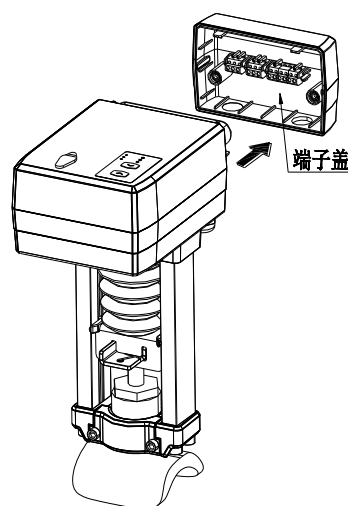

图 3
2.手动自适应(SW6: ON): 打开端子盖(见图 3)，将拨码 SW6 设置为 ON，再长按 5s 启动，过程与上电自适应相同。
2. 电气连接: 如图 3, 打开端子盖, 参照接线图完成电气连接。电缆从对应位置的 PG11 锁头孔内引入。电缆外径应与锁头匹配, 且要拧紧锁头, 以保证密封性能。